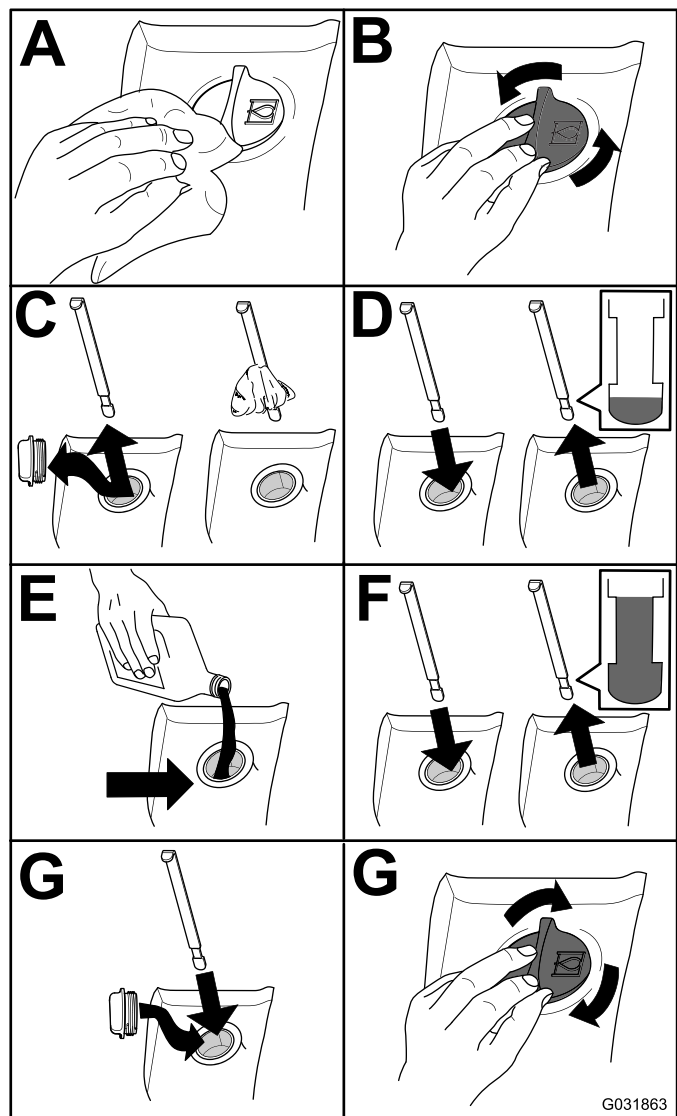

Figura 79
2. Verifique o nível de fluido hidráulico (Figura 79).